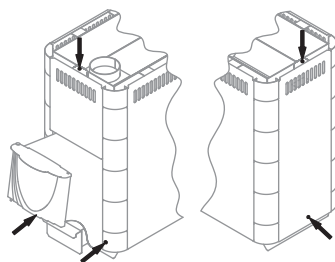

Рисунок 10. Винты для демонтажа
2. Снять кожух-конвектор, открутив 5 саморезов (рисунок 10)